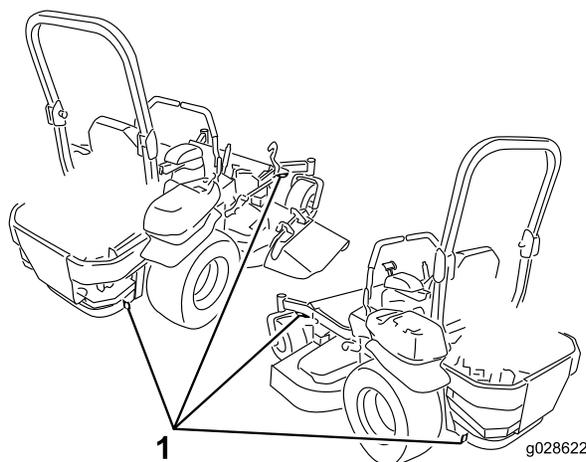

Figura 45
6. Ancorate la macchina accanto alle ruote orientabili anteriori e al paraurti posteriore con cinghie, catene, cavi o corde (Figura 45). Fate riferimento ai regolamenti locali per i requisiti di ancoraggio.